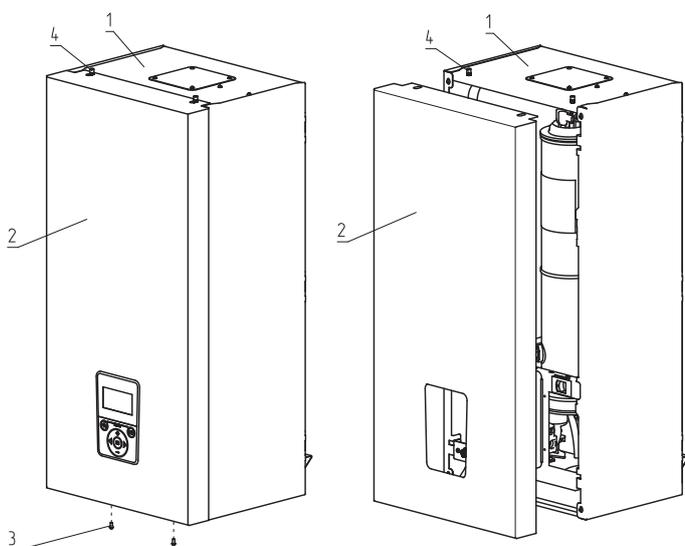

Рис.8 Снятие кожуха
- выкрутить болты крепления (Рис.8, поз.3);
- переместить кожух вверх, сняв с зацепов (Рис.8, поз.4);